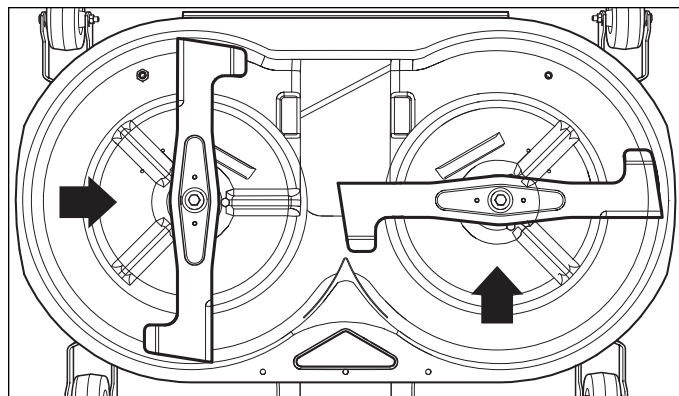

Figure 25. Vérifier la synchronisation des lames
2. Tourner le plateau de la tondeuse et vérifier la position des lames. Les lames doivent être placées perpendiculaire l'une sur l'autre comme illustré dans la Figure 25. Si non, procéder à l'étape 3
5. Retirer la goupille de positionnement (C). Tourner la lame (D) manuellement jusqu'à ce que les lames se placent perpendiculairement l'une sur l'autre comme montré dans la Figure 25. Il sera peut être nécessaire de déposer et tourner l'adaptateur de lame (F) pour aligner les trous de la lame et de l'adaptateur.